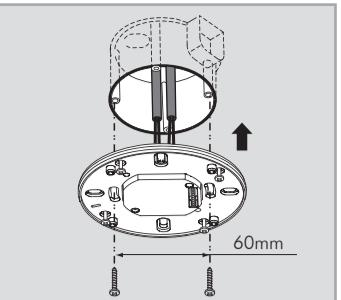

Figura 8
3.4.1.3 Fixe a caixa de alimentação na caixa de junção para padrões europeus com 2 parafusos (veja a figura 8).